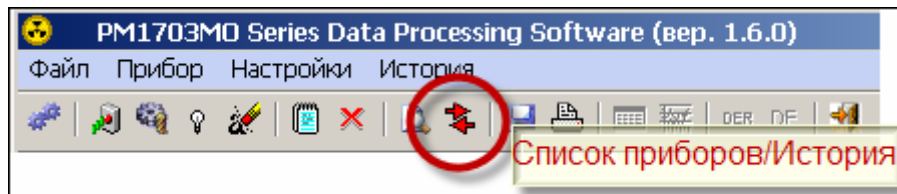

Рисунок 20
2. Нажать кнопку на панели инструментов (Рис. 20);